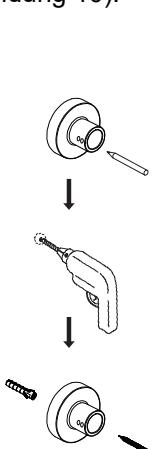

Abbildung 9
- d) Montieren Sie die Wandhalterung 14 an der markierten Stelle (Abbildung 9). Decken Sie die Thermostatbrausestange ab, um Staub zu vermeiden. Verbinden Sie das Rohrverbindungsstück mit der Wandhalterung und sichern Sie es mit dem Inbusschlüssel (Abbildung 10).